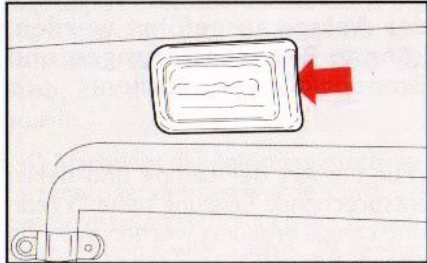

Abb. 35
- 1) Die Innenleuchte **Abb. 35** durch Einwirken auf den Rahmen an der vom Pfeil gezeigten Stelle entfernen.